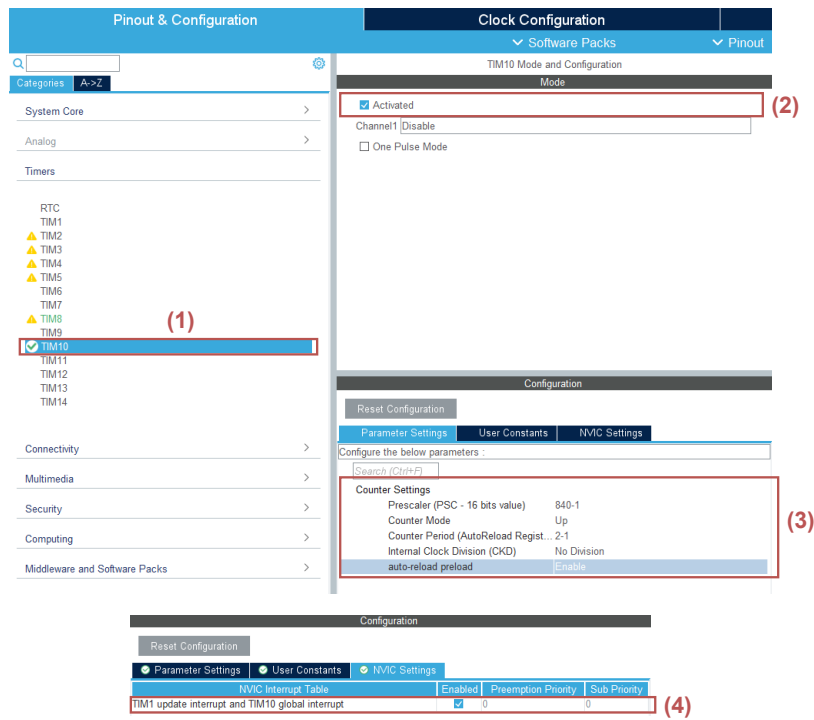

Figura 7: Configuração do Timer
Para gerar a configuração utilizaremos o Timer 10. selecione o *TIM10* e, em seguida, ative o timer conforme indicado na etapa (2) da Figura 7. Em seguida, configuraremos as interrupções para ocorrerem de acordo com a taxa de amostragem $T_s = 5 \times 10^{-6}$ (5 microssegundos). acordo com o datasheet do microcontrolador STM32F405xx [3], o Timer 10 (TIM10) está conectado ao barramento APB2, que anteriormente foi configurado para operar a uma frequência de 168 MHz.
Para configurarmos a interrupção a cada 5 microssegundos ajustamos de acordo com o passo (3) da Figura 7 e seguindo as seguintes equações: